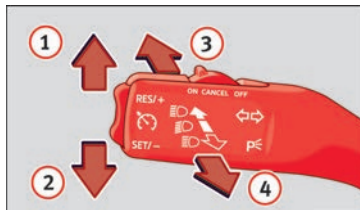

Fig. 60 Leva degli indicatori di direzione e degli abbaglianti.
- Spingere la leva verso l'alto (fino al riscontro) » **fig. 60** **1** se si vuole mettere la freccia **a destra**; verso il basso **2** invece, per mettere la freccia **a sinistra**.
- Se sono attivati gli anabbaglianti, spostare la leva in avanti » **fig. 60** **3** per accendere gli abbaglianti.
- Spostare la leva verso il volante » **fig. 60** **4** per spegnere gli abbaglianti.